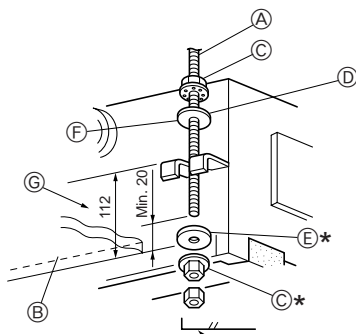
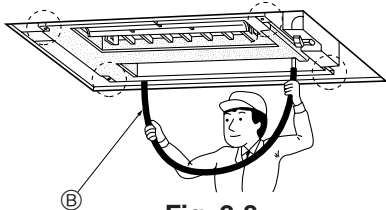

Fig. 2-7
Fig. 2-8
1. Enrosque progresivamente las arandelas ① ② (suministradas) y sus respectivas tuercas (adquiridas localmente) en el perno de suspensión. (Fig. 2-7)
- \* Realice esta operación en el siguiente orden (desde la parte superior): tuerca, arandela con aislante ②, arandela sin aislante ①, dos tuercas.
- \* Coloque la arandela aislante ② con la superficie aislante hacia abajo, tal y como se indica en la figura.
2. Levante la unidad en su ubicación y alinéela adecuadamente con el perno de suspensión. Pase la ménsula entre las arandelas ① y ② ya colocadas y fjela. Realice el mismo procedimiento en las cuatro ubicaciones.
- Ⓓ Arandela ② (con aislante)
- Ⓔ Arandela ①
4. Compruebe que las cuatro esquinas estén niveladas mediante un nivel de burbuja o un tubo de plástico sin obstrucciones con agua en su interior. (Fig. 2-8)